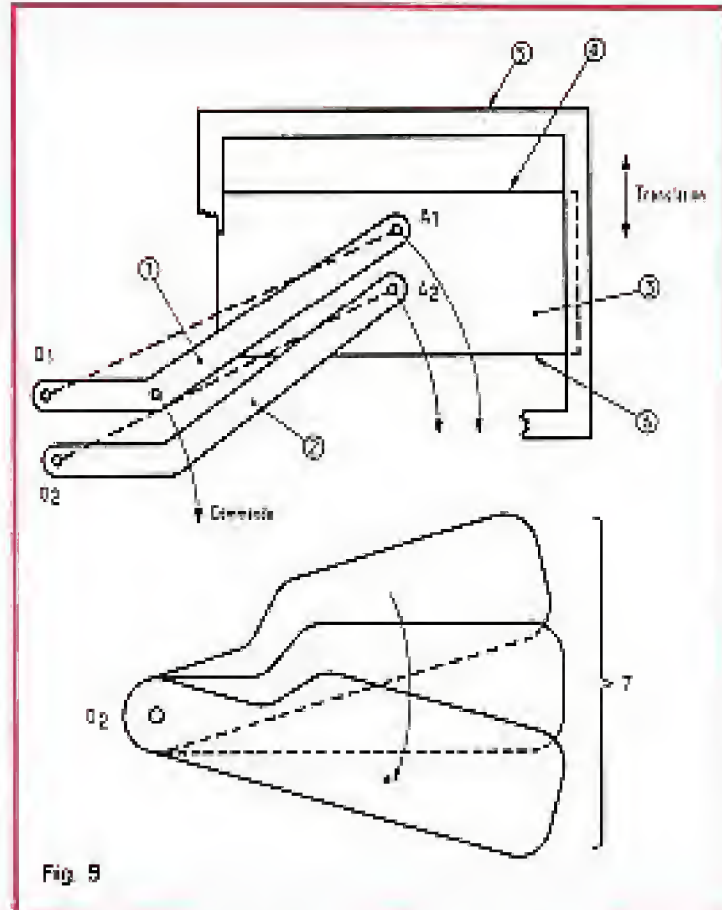

Fig. 9
Appliquée à l'un des rideaux, la figure 9 en explique schématiquement l'organisation mécanique. Deux bras de levier, (1) et (2), s'articulent autour des axes O_1 et O_2 , solidaires du boîtier. Leurs autres extrémités, A_1 et A_2 , tournent autour d'axes rivés sur un premier rideau rectangulaire (3). Lors de l'ouverture ou du réarmement, le parallélogramme $O_1O_2A_1A_2$ garantit le déplacement, parallèlement à elle-même, de la bordure (4) du rideau (3) démasquant la pellicule. La bordure (5) de la fenêtre de visée forme glissière de guidage pour ce mouvement de quasi translation.